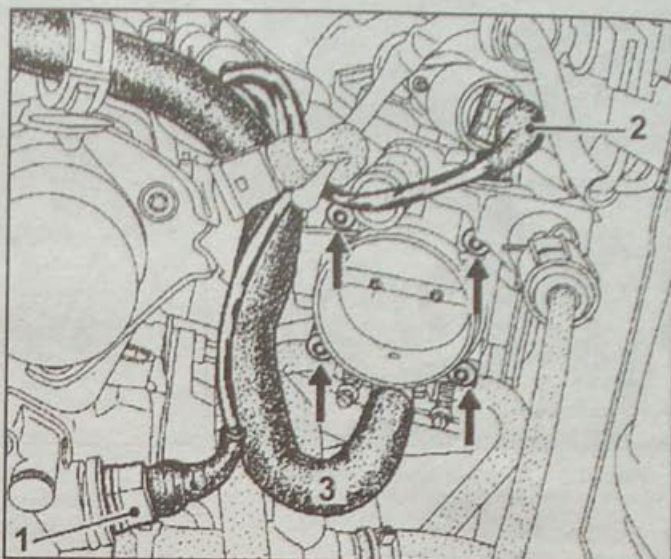

Рис. 1.37. Снятие дроссельного узла:
• Отсоедините трубку отвода паров масла (3, рис. 1.37).